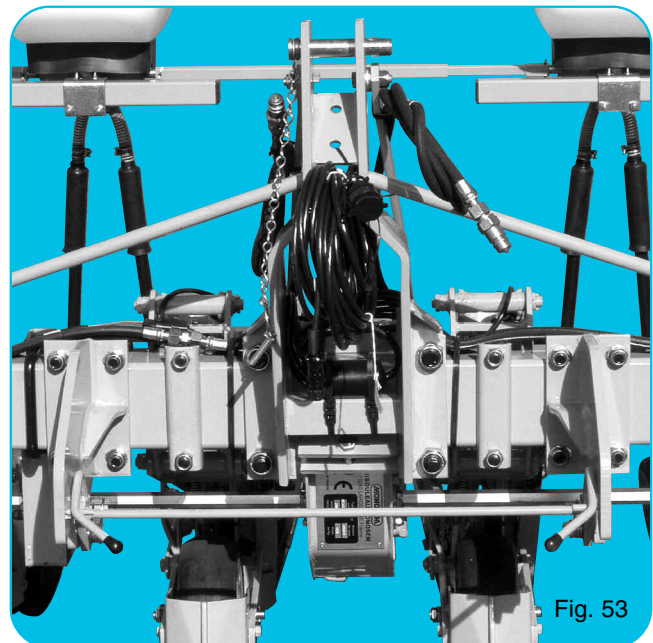

Fig. 53
- Le semoir est attelé au tracteur avec le relevage en position haute (attelage 3 points fig. 53).
- The planter is coupled to the tractor with the lift arm in upper position (3 point coupling fig. 53).
- Die Sämaschine wird am Traktor mit dem Hubarm in erhöhter Position angekuppelt (3-punkt-Kupplung Abb. 53).
- La seminatrice è agganciata al trattore con il sollevamento in posizione alta (attacco 3 punti fig. 53).